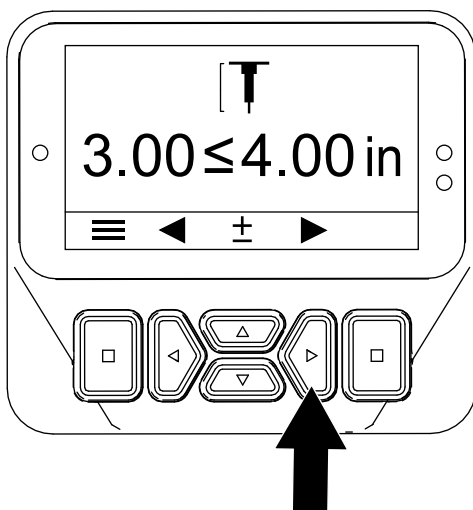

Figure 47
4. Appuyez sur le bouton vers la droite pour afficher l'écran Setting the Hole Depth (réglage de la profondeur des trous) (Figure 47).